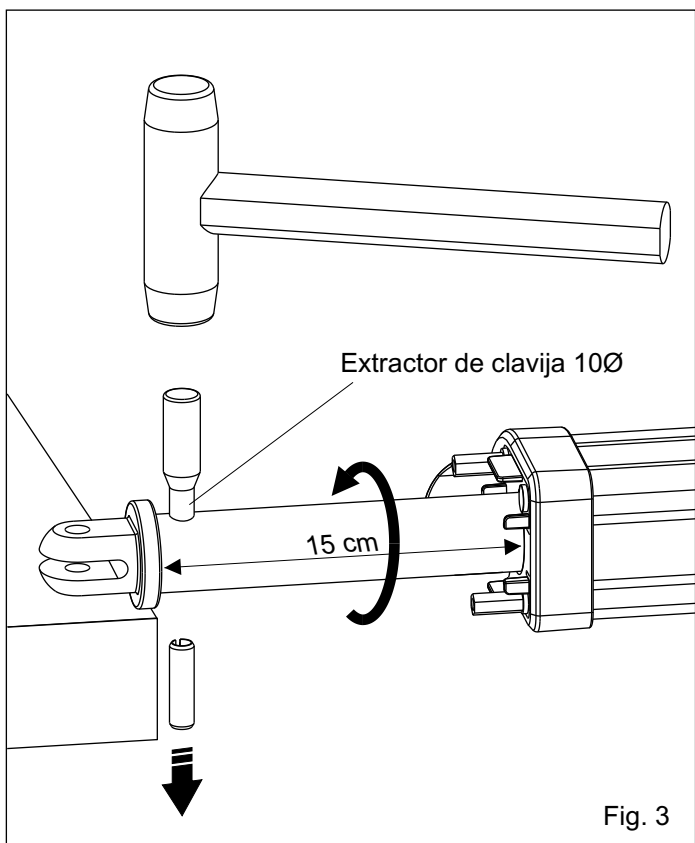

Fig. 3
3. Girar en sentido horario la barra para sacarla afuera de 15 cm; sacar la clavija de cerradura de la horquilla anterior utilizando un extractor de clavija de 10Ø y un martillo (Fig.3).